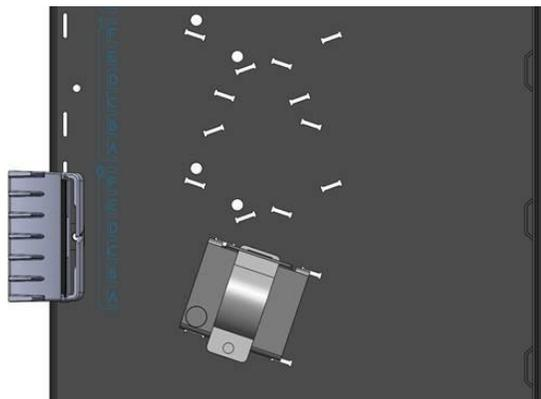

Figure 1
**C. Treillis arrière (partie intégrante du bâti) :** ce réseau d'orifices permet de fixer les faisceaux de câbles à l'arrière du bâti. À chaque plateau correspondent plusieurs points où poser des rondelles passe-câbles venant d'en haut ou d'en bas. Des guides d'acheminement (figure 1)